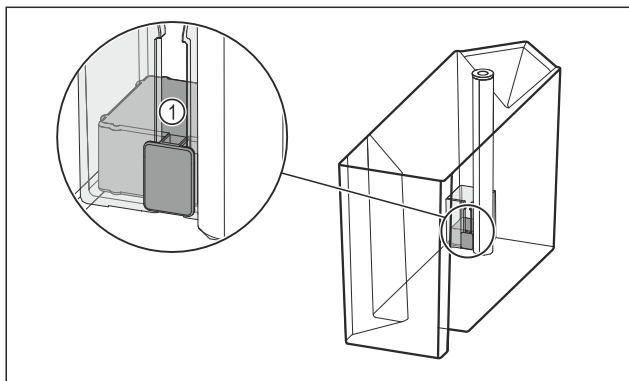

Fig. 115
- ▶ Provjerite je li plovak Fig. 115 (1) zaglavljen.